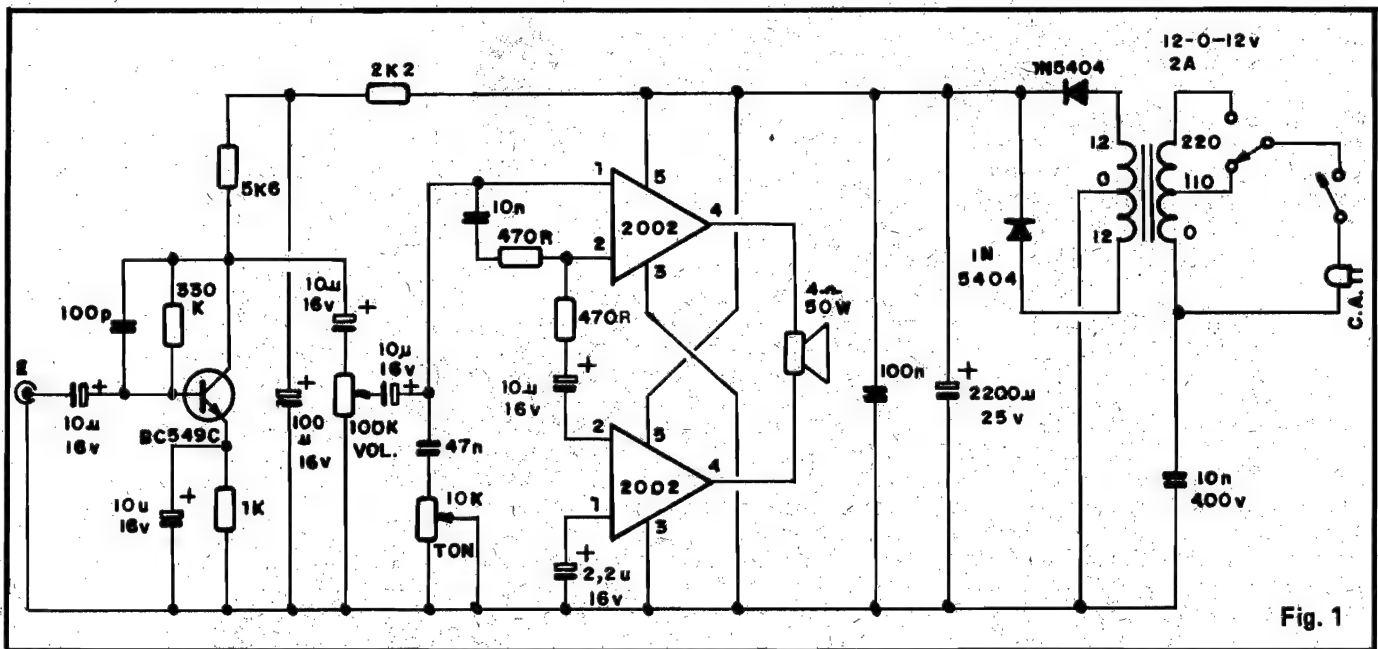
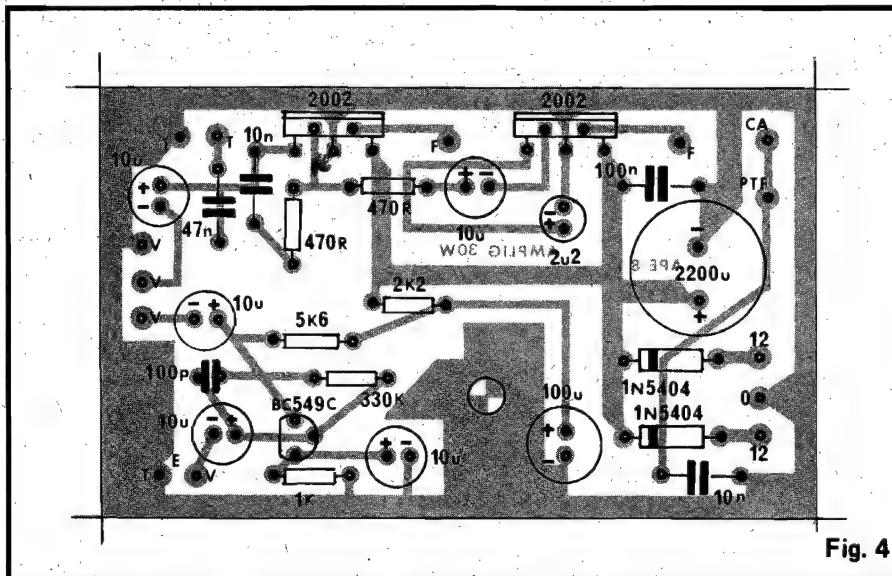

Fig. 1
Fig. 4
O “esquema” do AMPLIG 30W está na fig. 1. Vamos observá-lo rapidamente “seguindo o sinal” ou seja, da entrada para a saída. . .
Os pinos centrais (3) dos 2002 correspondem tanto à ligação de “terra” (negativo da alimentação) quanto à própria conexão elétrica da lapela metálica dos componentes. . . Observando novamente o “esquema” (fig. 1) o leitor notará que isso facilita sobremaneira a colocação do dissipador de calor, que pode então ser único para os dois
Na fig. 4 a placa é já vista pelo lado não cobreado, com todos os componentes principais posicionados. A “sombra” do padrão cobreado existente no outro lado da placa também é vista, de modo a facilitar a conferência do posicionamento e ligação dos componentes, em relação ao “esquema” (fig. 1). Os dois Integrados 2002 devem ficar com suas lapelas metálicas bem alinhadas, juntas à borda da placa, facilitando assim a colocação do dissipador, ao final. Observar bem a codificação atribuída às ilhas perifé-